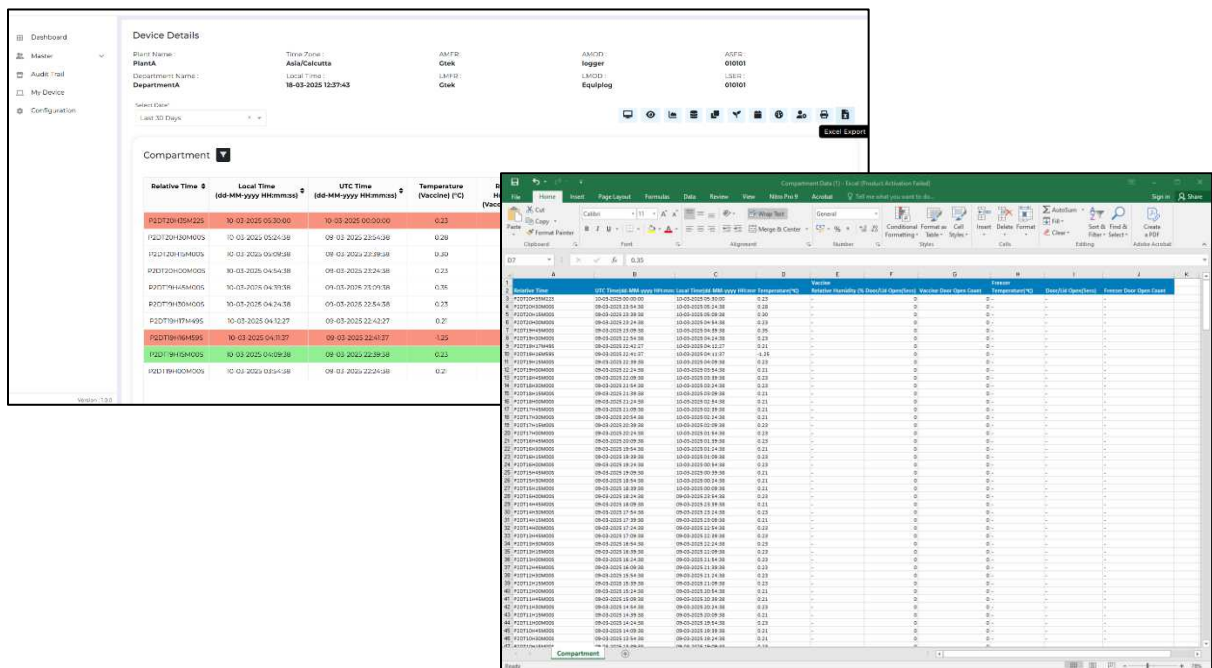

图 59 导出选定设备隔间数据的 Excel 数据文件
- 导出的 Excel 文件将包含当前活动仪表板的数据，并按所选时间段进行过滤，如图 59 所示。